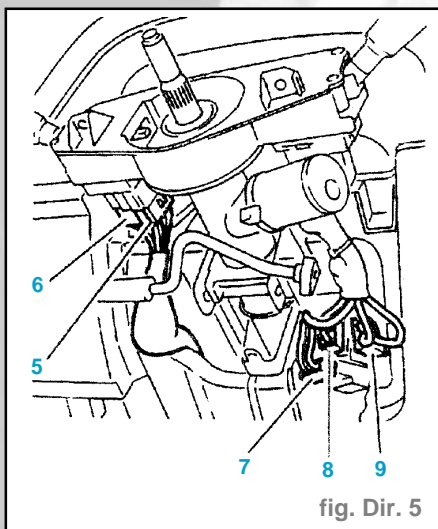

fig. Dir. 5
- Dégager la gaine supérieure de colonne (4).
- Débrancher : (fig. Dir. 5)